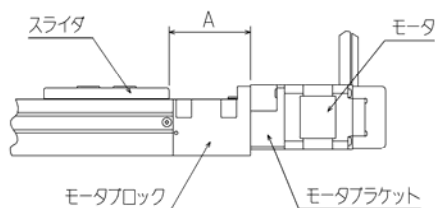

図 5.6-7
- (10) 図 5.6-7 の位置にスライダを移動して、ボールねじ側のカップリング固定ボルトを締付けてください。（締付トルクは 1.0N・m）（■5.11 項参照）
- (11) 再度、電源をONしサーボゲイン（位置／速度）をもとに戻し、パラメータ 2 の原点復帰方式の値を 2 に設定してください。
- (12) 電源OFF→ON後、原点復帰をして図 5.6-7 のようになるか確認してください。
- (13) ■5.7 項と同様に、ステンレスシートを張ってください。スライダを動かすとステンレスシートが歪む（サイドカバーとの間に隙間が出来る）場合は、張り直しをしてください。